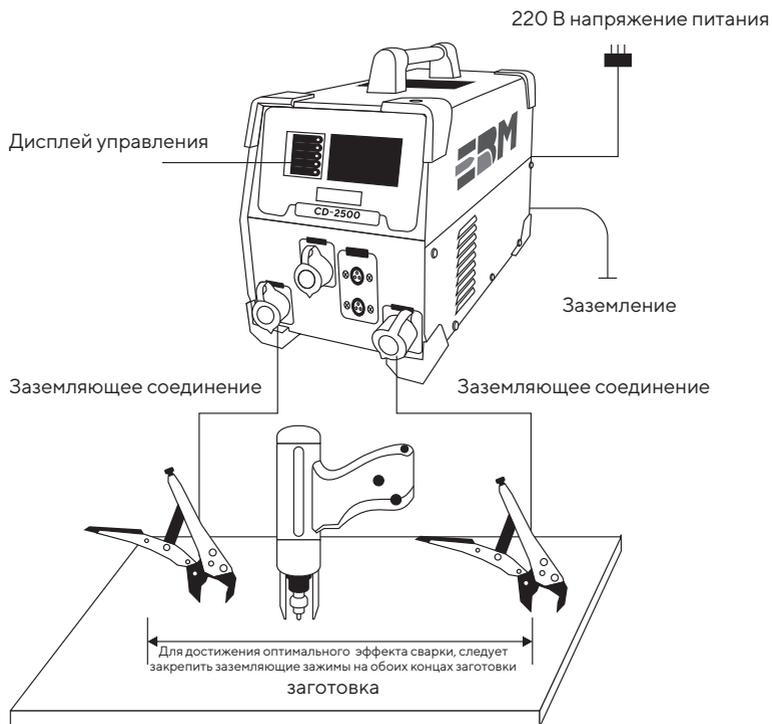

Рис. 4. Схема подключения оборудования
2. Подключить пистолет к аппарату (рис. 4).
3. Подключить кабели обратные с клеммой. Подключите кабель управления пистолета (рис. 4).